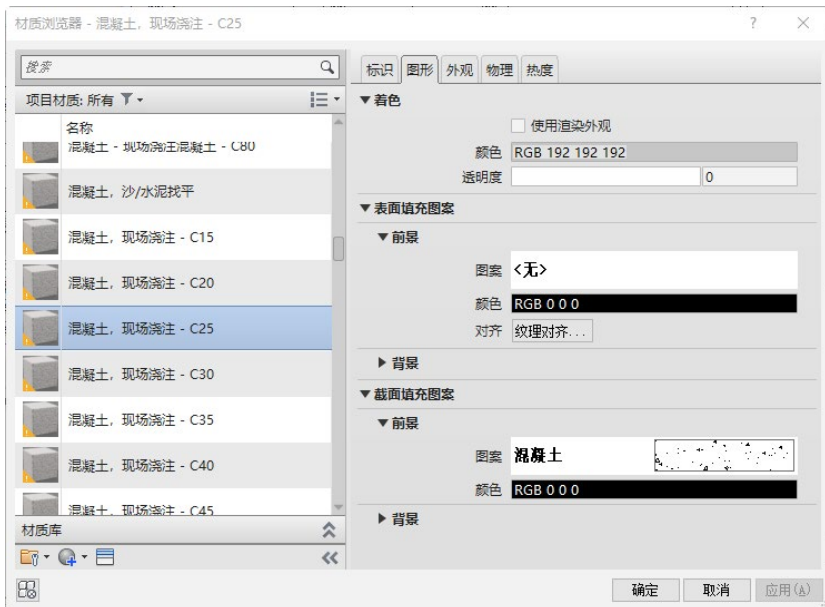

图 6-37 “材质浏览器”对话框
(4) 在“属性”选项板中单击“结构材质”栏中的按钮，打开“材质浏览器”对话框，选择“混凝土，现场浇注-C25”材质，如图 6-37 所示，单击“确定”按钮。